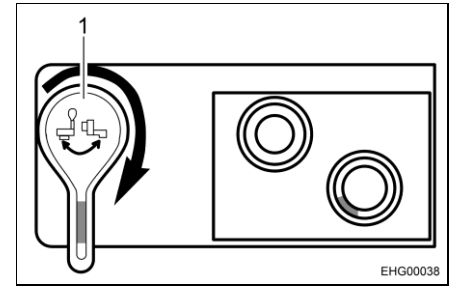

Bild 85 Ablassventil, geöffnet
- Ablassventil öffnen. Dazu den Hebel des Ablassventils 90° im Uhrzeigersinn drehen (siehe Bild 85,1).